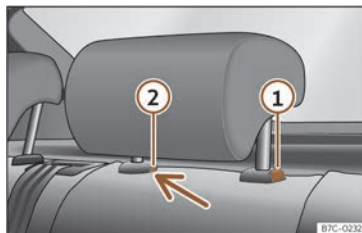

Fig. 94 Repousacabezas traseiro: desmontaxe.
- Prema a tecla >>> fig. 94 ①, apertando á vez polo orificio do seguro ② cun desaparafusador plano de máximo 5 mm de anchura e retire o repousacabezas.